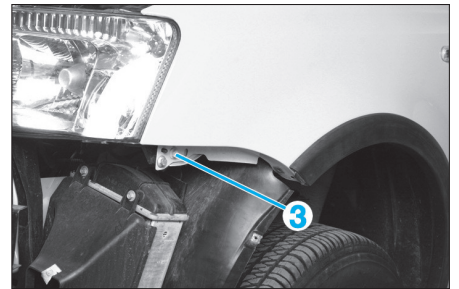

FIG. 103
- Déposer la vis de fixation (3) (Fig.103).